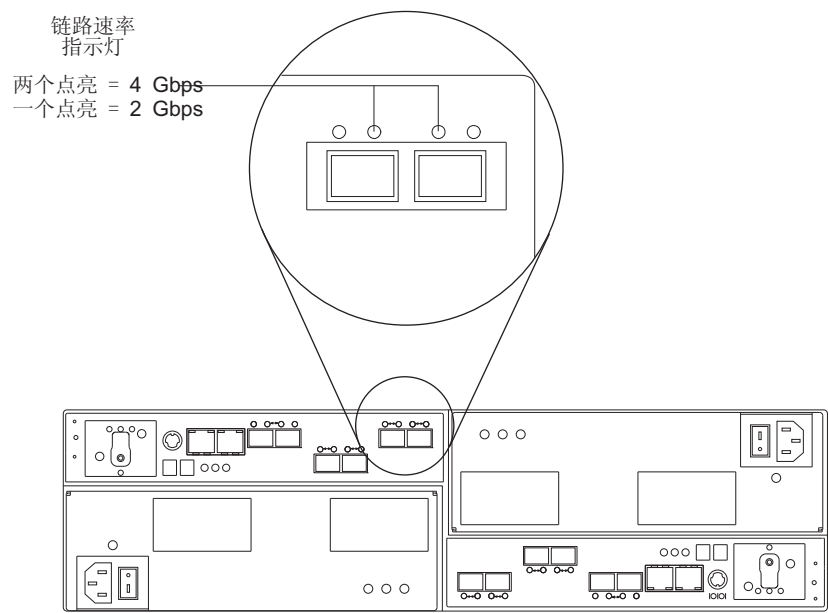

图 81. “链路速率”指示灯
2. 找到“链路速率”指示灯。第 131 页的图 81 显示了存储子系统后部“链路速率”指示灯的位置。
4. 找到“链路速率”开关。图 81 显示了命令模块前部“链路速率”指示灯的位置。